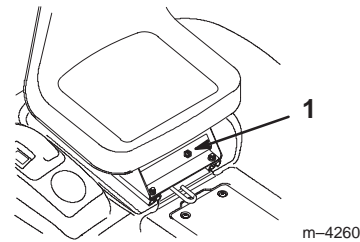

Bild 17
2. Stecken Sie den KeyChoice-Schlüssel in sein Schloss (Bild 17).